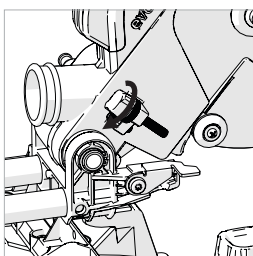

Fig. 26c
- Justera tumskruven (**Fig. 26c**) för att begränsa såghuvudets rörelse till önskat djup.